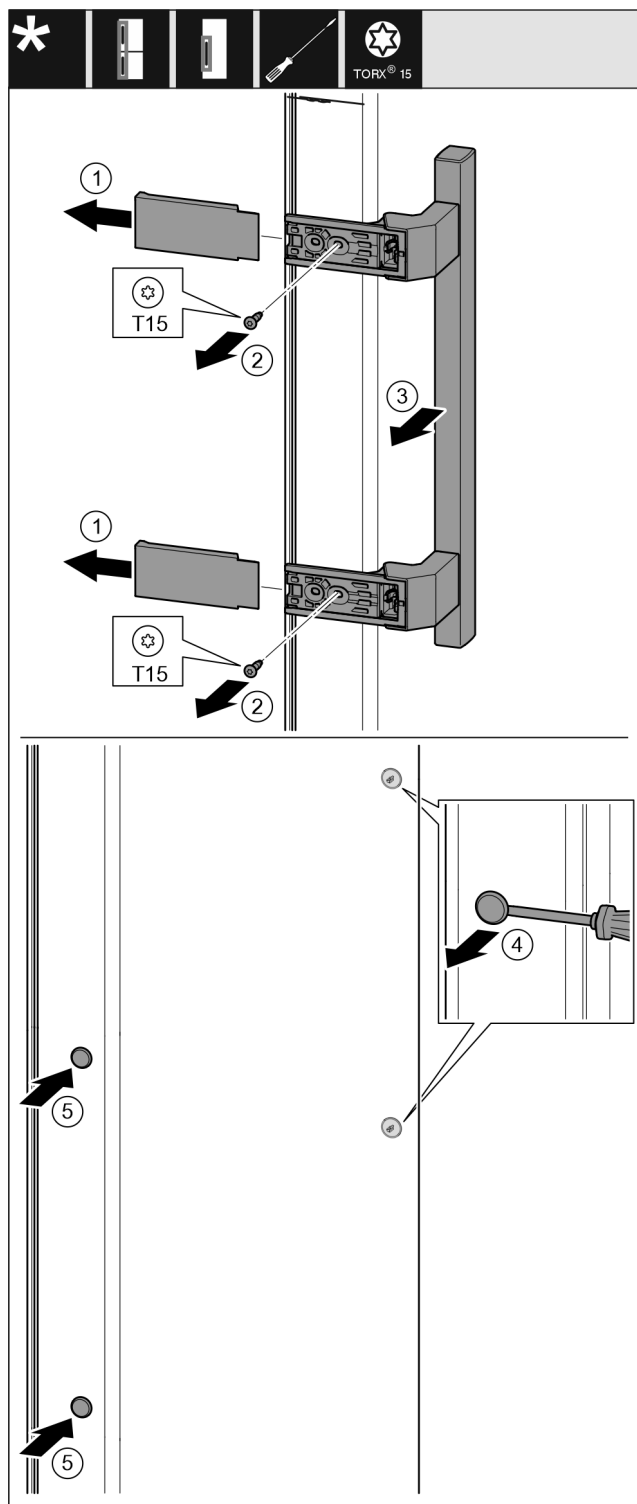

Fig. 16
- ▶ Retirar la cubierta. Fig. 16 (1)
- ▶ Desenroscar los tornillos con el destornillador T15. Fig. 16 (2)
- ▶ Quitar el tirador. Fig. 16 (3)
- ▶ Levantar cuidadosamente los tapones laterales con un destornillador para tornillos de cabeza ranurada y extraerlos. Fig. 16 (4)
- ▶ Volver a colocar los tapones en el otro lado. Fig. 16 (5)